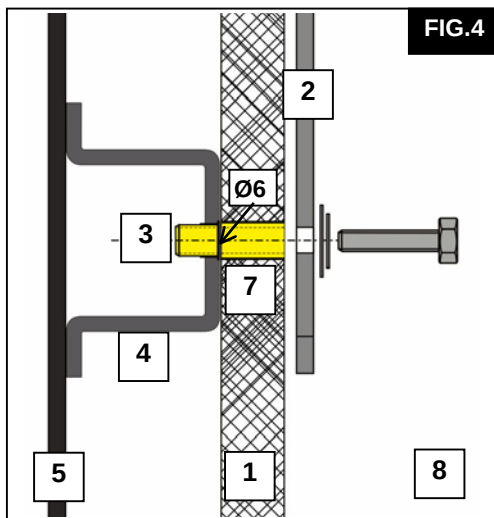

FIG.4
IN PRESENZA DI CENTINE O TRAVERSE DI RINFORZO dietro al pannello di rivestimento interno (**VEDI FIG.4**), appoggiare la dima in cartoncino fornita contro la parete posteriore. SCEGLIERE 4 PUNTI DI FISSAGGIO TRA GLI **8 fori Ø6** presenti sulla dima, **2 PER PARTE**, in modo che **siano IL PIU' LONTANO POSSIBILE TRA DI LORO**.
IN THE PRESENCE OF REINFORCING RIBS OR CROSSBARS behind the inner panelling (SEE FIG.4), lay the carton template against the back wall. CHOOSE 4 FASTENING POINTS OUT OF THE 8 Ø6 holes on the template, 2 ON EACH SIDE, choosing them AS FAR AS POSSIBLE FROM EACH OTHER.
EN PRESENCE DE NERVURES OU TRAVERSES DE RENFORT derrière le panneau de revêtement interne (VOIR FIG.4) positionner le gabarit en carton fourni sur la paroi arrière. CHOISIR 4 points de FIXATION ENTRE les 8 trous Ø6 présents sur le gabarit, 2 sur chaque PARTIE, de façon à ce qu'ils soient LE PLUS LOIN POSSIBLE L'UN DE L'AUTRE.
**WENN SPRIEGEL ODER VERSTÄRKUNGSSTREBEN** hinter der inneren Verkleidungsplatte vorhanden sind (**SIEHE ABB.4**), muss die mitgelieferte Schablone aus Karton an die hintere Wand angelegt werden. 4 BEFESTIGUNGSPUNKTE VON DEN **8 Bohrungen Ø6** auf der Schablone wählen, **2 PRO SEITE**, und zwar so, dass sie **SO WEIT VONEINANDER ENTFERNT SIND WIE MÖGLICH**.
detrás del panel de revestimiento interno (VER FIG.4), apoyar el escantillón de cartulina que se proporciona contra la pared posterior. ESCOGER 4 PUNTOS DE FIJACIÓN ENTRE LOS 8 orificios de Ø6 que se encuentran en el escantillón, **2 POR PARTE**, de manera que se encuentren **LO MÁS LEJOS POSIBLE ENTRE ELLAS**.